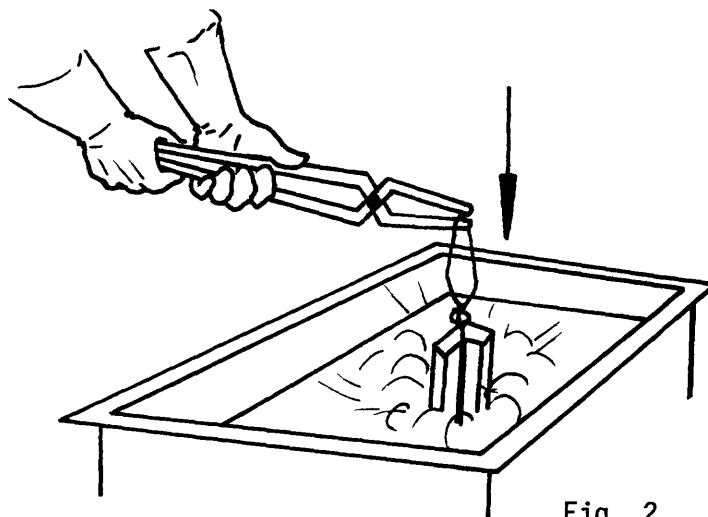

Fig. 2
- 2) Al ser sometida la pieza al enfriamiento, se deberá verificar su posición para evitar deformaciones (fig. 2).